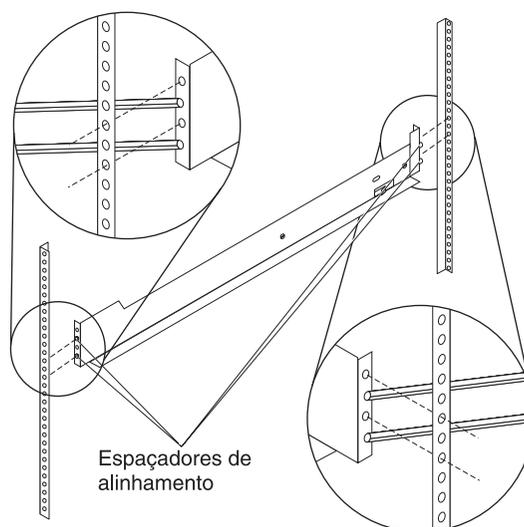

Figura 2. Posicionando os trilhos de suporte no rack
2. Segure a frente do trilho de suporte esquerdo contra a parte interna do flange do suporte do gabinete do rack frontal e estenda a parte traseira do trilho do suporte até que ele faça contacto com o flange do suporte do gabinete do rack. Os espaçadores de alinhamento na parte traseira do trilho do suporte arrastam-se para dentro dos orifícios na parte traseira do gabinete do rack, como é mostrado em Figura 2.